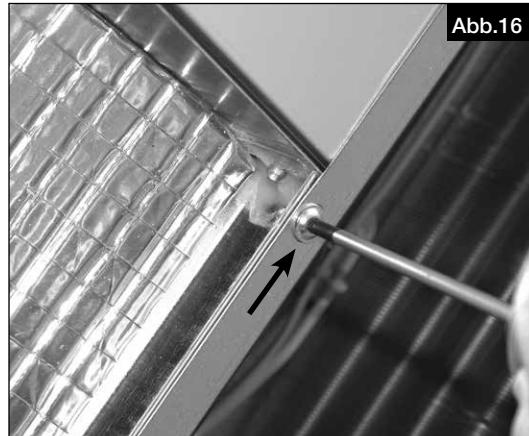

Abb.16
5. Alle Schrauben der Wärmetauscherbefestigung lösen (Abb.16) **⚠ Wärmetauscher dabei abstützen!**